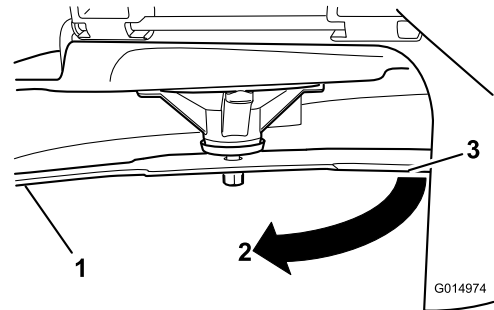

Figura 76
4. Gire la misma cuchilla 180 grados de manera que el otro extremo esté en la misma posición (**Figura 76**).